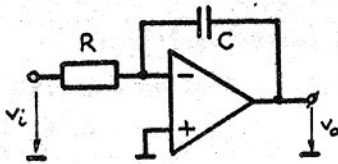

Fig.22.7
4. Schema unui generator de tensiune liniar variabilă de tip Miller, cu amplificator operațional, este desenată în fig.22.7.